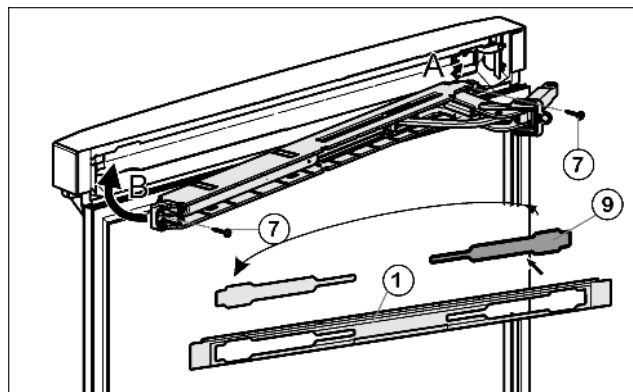

Fig. 17
- ▶ Освободите крышку Fig. 17 (9) из накладки Fig. 17 (1) и снова установите её на другой стороне.
- ▶ Зацепите (A) и поверните (B) верхний узел амортизатора закрывания дверцы шарниром на стороне шарнира.
- ▶ Прикрутите узел амортизатора закрывания дверцы (2 шт. Torx® 15) Fig. 17 (7).